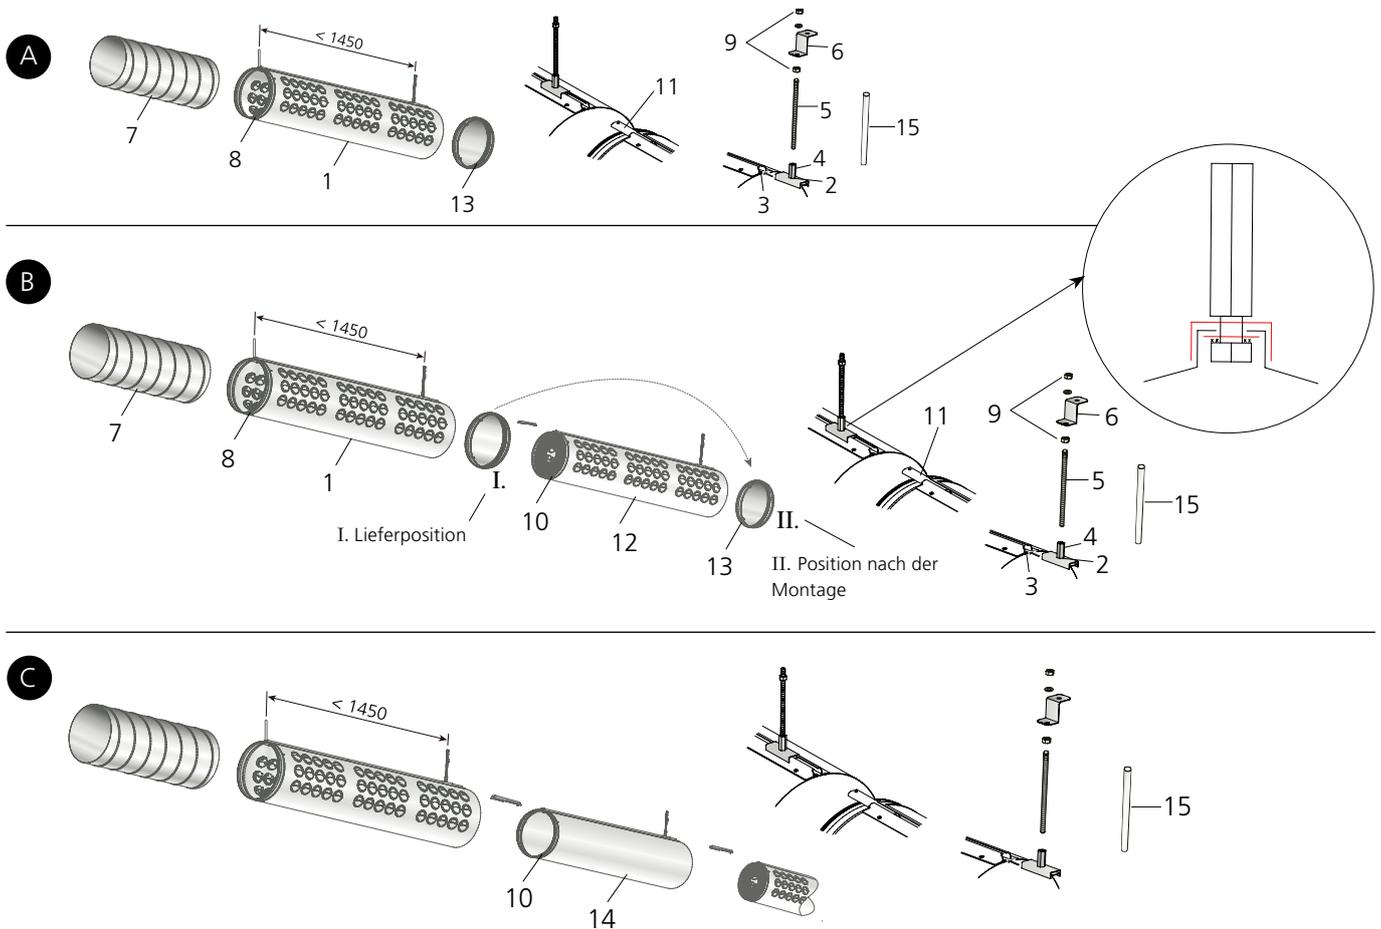

Abbildung 4. Montagealternativen A, B und C.
- Die Montage der inaktiven Kanalsektionen IBIS D (14) erfolgt auf die gleiche Weise wie die der Düsenkanalsektionen. Die beigefügten nippel (8) und Verteilungsnippel (10) sind zu verwenden.
- Der Abschlussdeckel (13) ist bei der Lieferung an der ersten Sektion montiert. Setzen Sie bei Lieferung von IBIS 3000 und IBIS 4500 den Abschlussdeckel auf die letzte Sektion um, Siehe Arbeitsschritt B in Abbildung 4.